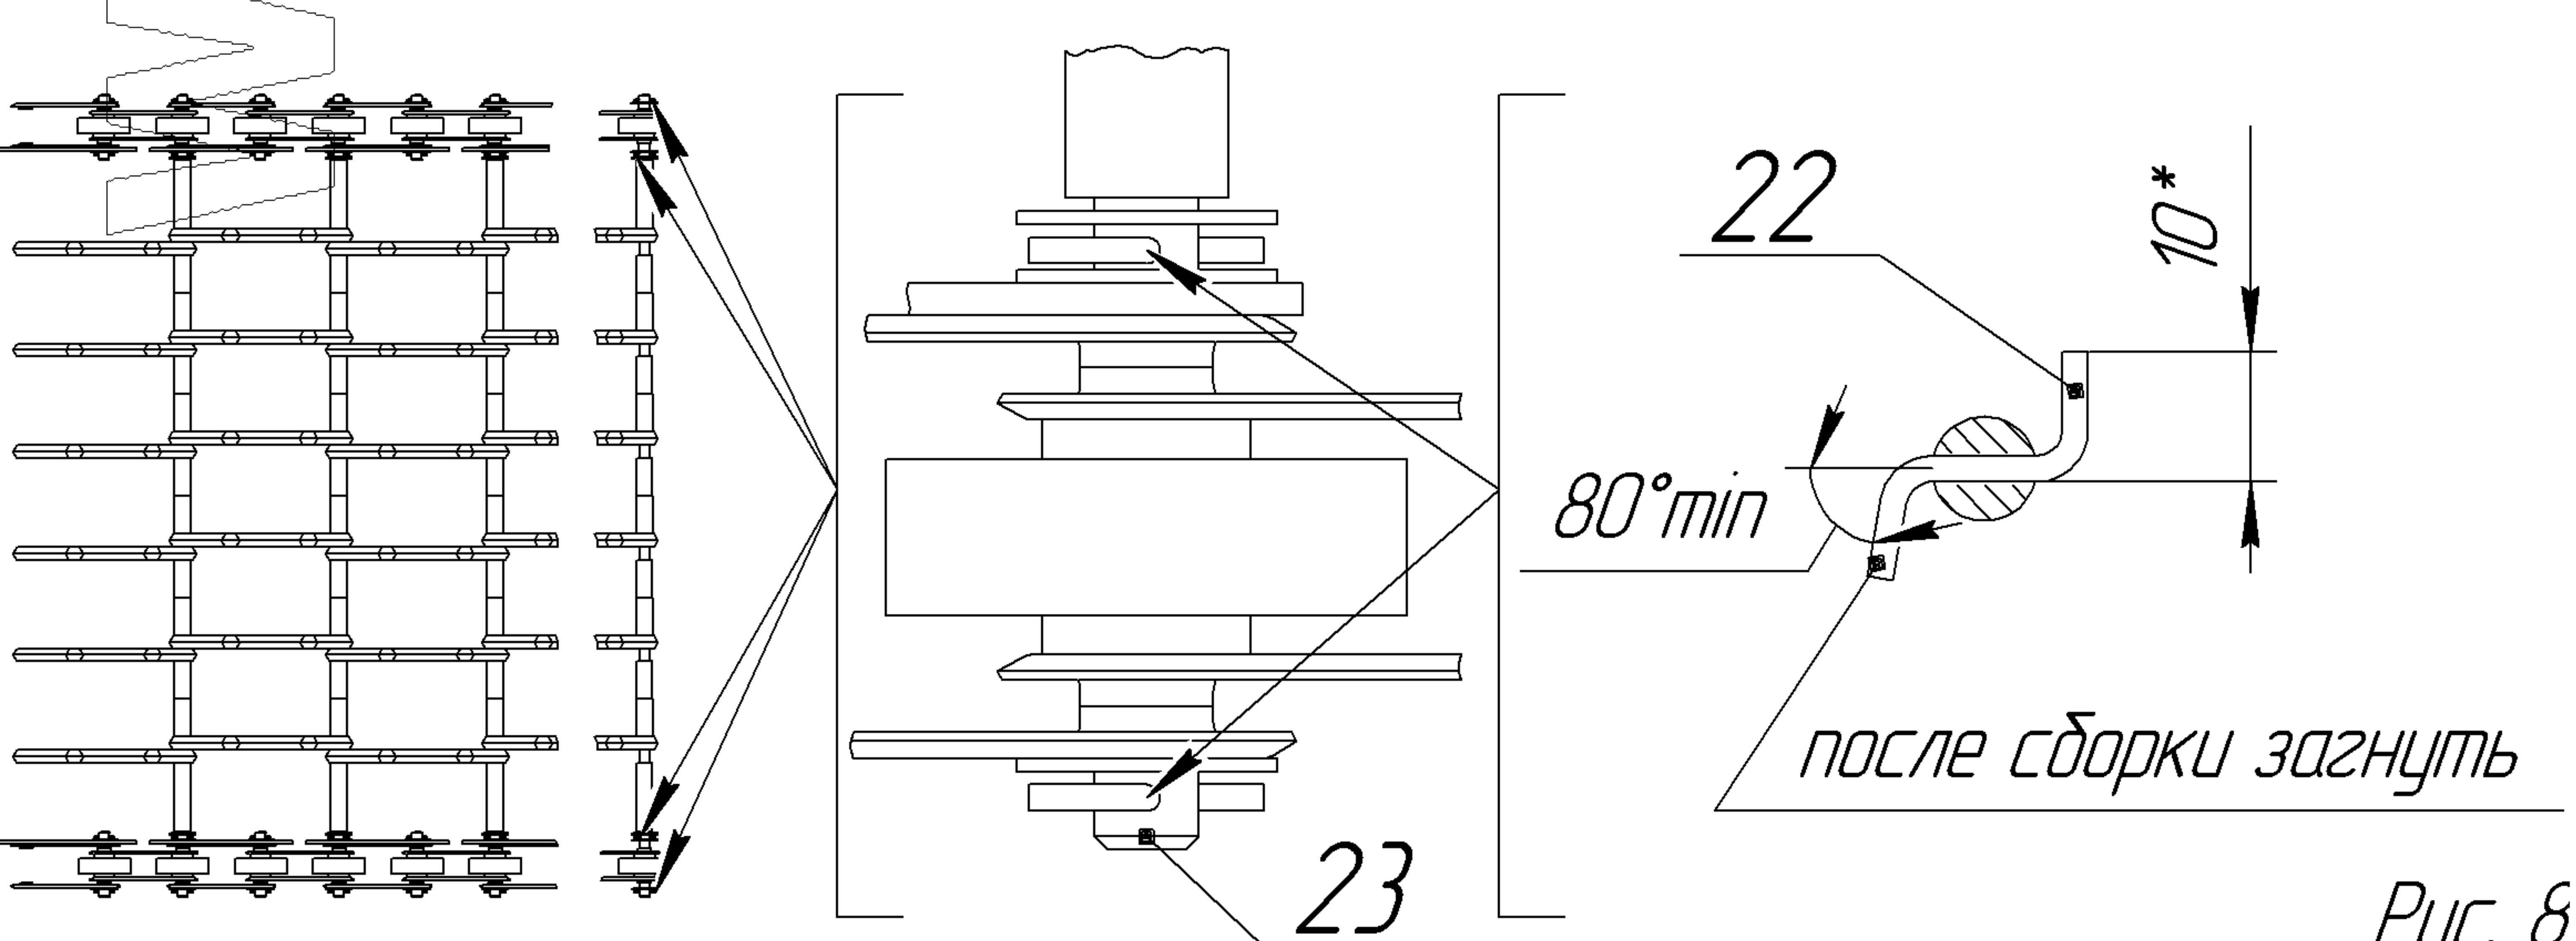
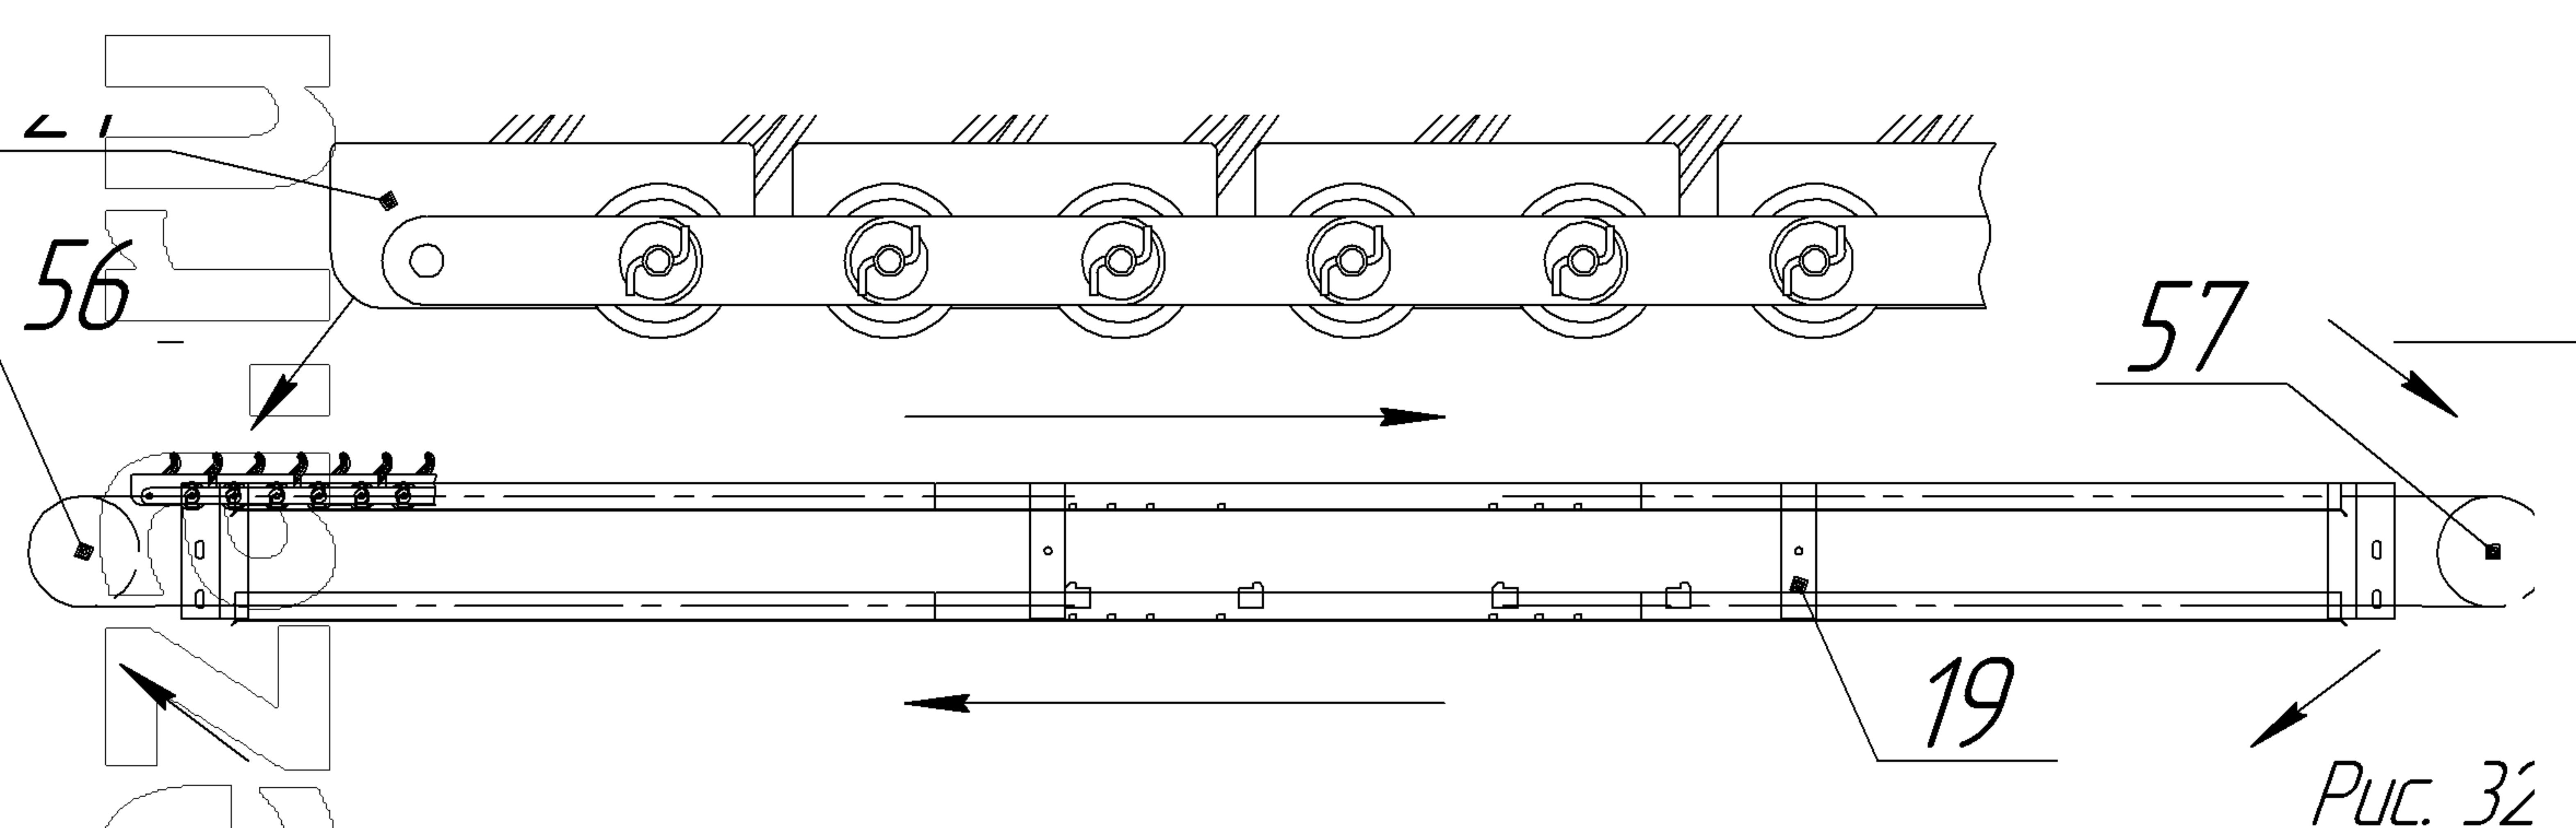

Рис. 8
Рис. 32
**4Q** Установить настил транспортера поз. 21 на плети поз. 19 рамы транспортера и ввести в зацепление со звездочками приводного поз. 56 и натяжного поз. 57 валов, протягивая настил по плетям со стороны секции разгрузки к секции загрузки по направлению стрелок (рис. 32). Вставить ось поз. 23 в звенья настила транспортера, соединить звенья между собой и закрепить четырьмя штифтами поз. 22 (рис. 8). Втулки, шайбы и штифты вставлять